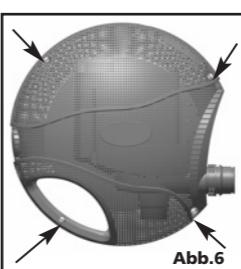

Abb. 6
Öffnen und Schließen des Pumpenkörpers (siehe Abb. 6)
- 1) Öffnen Sie den Pumpenkorb, in dem Sie die Befestigungsstifte lösen (Abb. 6).
- 4) Schließen Sie den Korb. Überprüfen Sie, ob die beiden Hälften richtig übereinander sitzen und miteinander verbunden sind. Ziehen Sie dann die drehbaren Befestigungsstifte fest (Abb. 6)
- Entnehmen Sie die Pumpe aus dem Teich, lösen Sie die drehbaren Befestigungsschrauben (Abb. 6) und entfernen Sie die obere Hälfte des Pumpenkörbes. Reinigen Sie alle Bauteile unter fließendem Wasser. Setzen Sie alle Bauteile wieder sorgfältig zusammen.
ACHTUNG: Der Pumpenmotor enthält eine qualitativ hochwertige Keramikachse, die bei ordnungsgemäßer Wartung über lange Zeit einen zuverlässigen Betrieb gewährleistet. Der Umgang mit der Keramikachse während der Wartung erfordert jedoch extreme Sorgfalt. Vermeiden Sie es, die Achse fallen zu lassen oder sie zu starkem Druck auszusetzen, da dies zu Sprüngen oder Haarrissen führen kann, die einen Achsbruch während des Betriebs zur Folge haben können. Entnehmen Sie die Pumpe aus dem Teich, lösen Sie die drehbaren Befestigungsschrauben (Abb. 6) und entfernen Sie die obere Hälfte des Pumpenkörbes. Nehmen Sie die untere Hälfte des Pumpenkörbes von der Pumpe ab, indem Sie die beiden Schrauben der Zugentlastung des